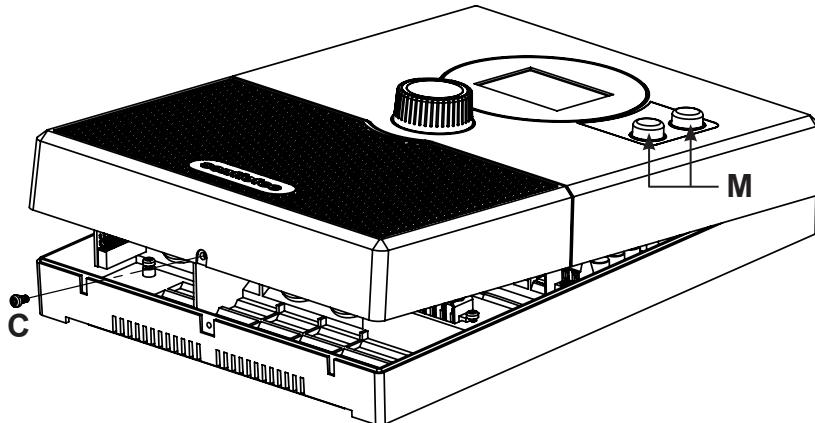

**Bild 1 Position på upphängningsanordningen och monteringshålen
1. Skruva in två skruvar för spänplattor (3 x 25 mm) på ca 1,70 m höjd i bastuväggen tills 7 mm sticker ut. De båda skruvorna måste ha ett avstånd på 156 mm (se **Bild 1**).
4. Häng upp bastustyrenheten i upphängningsanordningen **A** på de inskruvade skruvarna (se **Bild 1**).
5. Skruva in två skruvar för spånplattor(3 x 25 mm) i de nedre fästöppningarna **B** (se **Bild 1**).